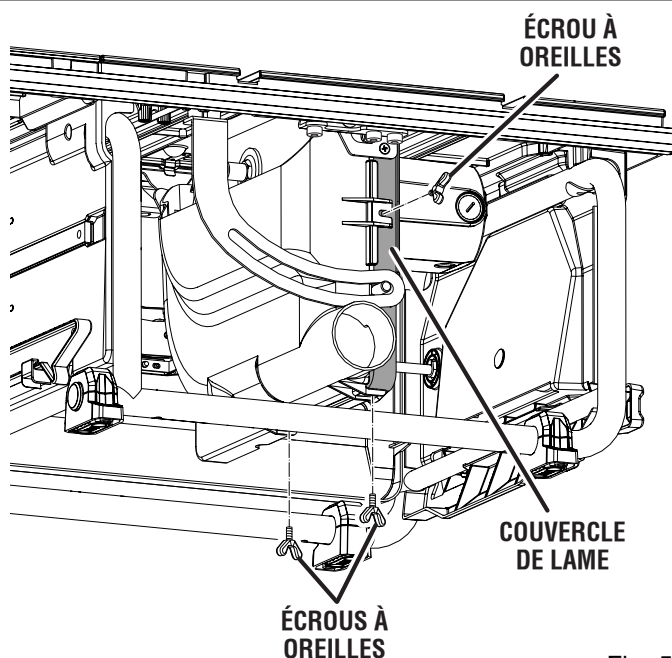

Fig. 55
- Dévisser les écrous à oreilles et ouvrir le couvercle du lame. Nettoyer la poussière de sciure et les puces de bois de le couvercle du lame. Fermeture et obtenir. (Voir la figure 55.)